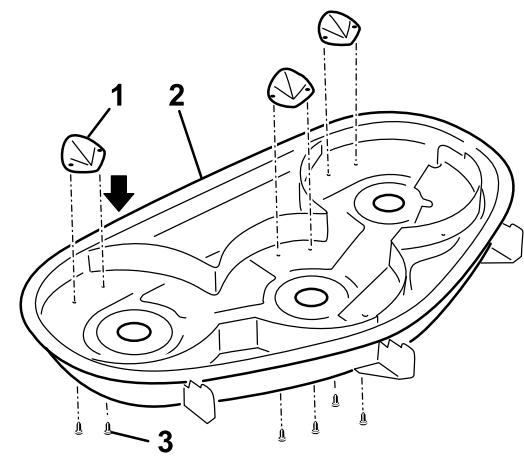

Figure 3
1. Alignez les trois kickers les trous vers le haut du plateau de coupe (Figure 3). Le côté incliné long des kickers doit être tourné vers l'intérieur.
3. Fixez les kickers au plateau avec six vis cruciformes (N° 8 x 5/8"). Les vis traversent le haut de la tondeuse et pénètrent dans le déflecteur (Figure 3).